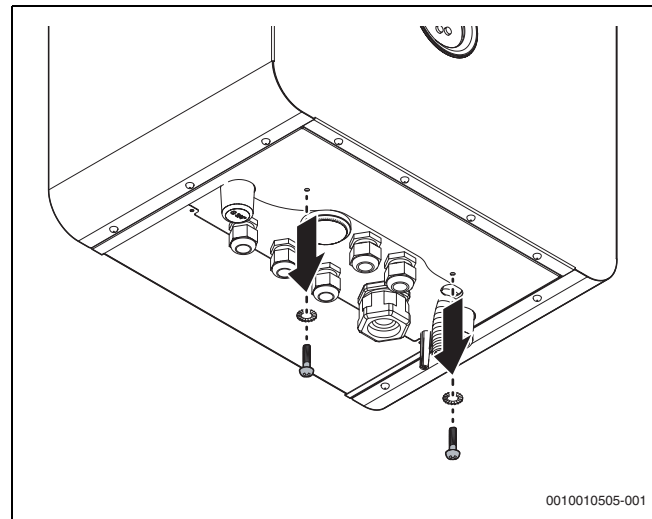
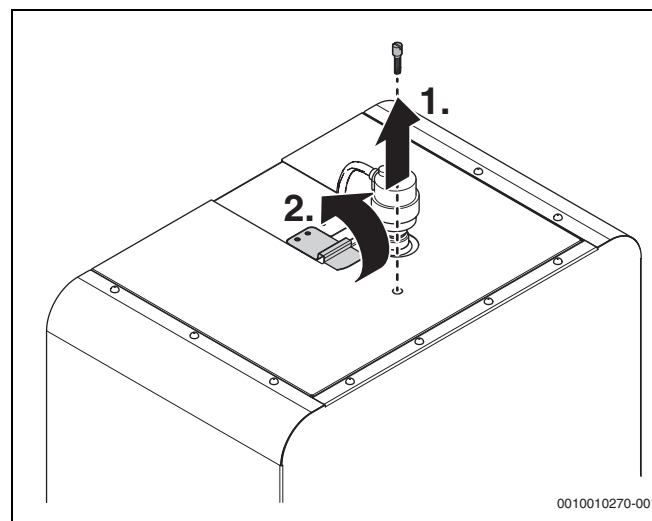

Bild 6 Schrauben lösen
Bild 7 Lösen der Rastfeder
- ▶ Zwei Schrauben im unteren Teil des Rahmens und eine Schraube im oberen Teil des Rahmens lösen (→ Bild 6 und Bild 7).
- ▶ Rastfeder im oberen Teil der Verkleidung lösen (→ Bild 7).